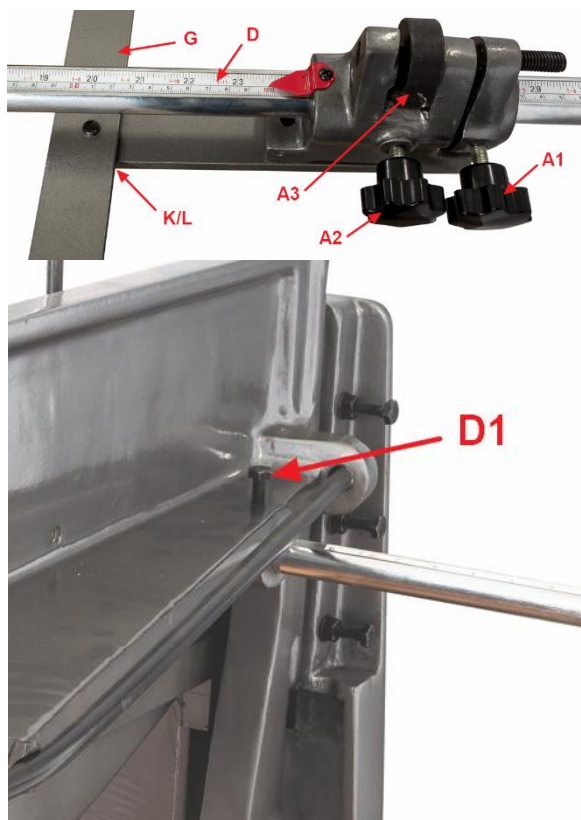

Рис.4
Установите планку (D, Рис.4) сквозь регулирующий блок (A) и в раму. Убедитесь, что обе планки вставлены и ровно установлены на раме. Надежно закрепите винтами (D1).
2. Установите задний упор (E) к фланцу регулирующего блока снизу винтом M10 и плоской шайбой (K,L).
1. Для регулировки задних упоров, ослабьте все рукоятки (A1, A2, Рис.4) и передвиньте регулирующие блоки ближе к требуемому положению.